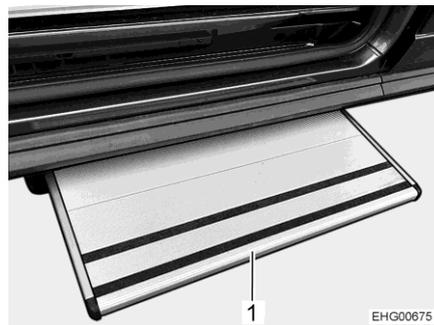

Fig. 5 Marche-pied
- Rentrer le marche-pied (Fig. 5,1) manuellement, lentement et avec précaution.